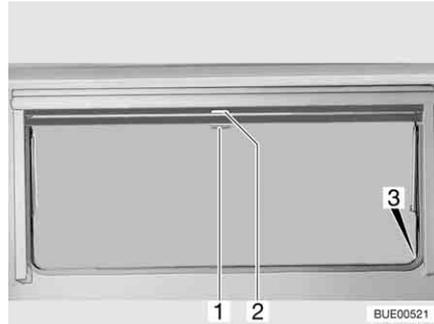

Fig. 71 Finestra apribile
- Tirare verso il basso l'oscurante a rullo accompagnandolo con la maniglia (Fig. 71,2). Quando si chiude completamente l'oscurante a rullo esso va agganciato da entrambi i lati al telaio della finestra nell'apposito elemento di fissaggio (Fig. 71,3).
- Quando l'oscurante a rullo è completamente chiuso: Spingere la maniglia (Fig. 71,2) verso il basso tirandola leggermente verso l'interno. Sganciare l'oscurante a rullo dagli elementi di fissaggio a destra e a sinistra del telaio della finestra.
- Quando l'oscurante a rullo si trova in posizione intermedia: Tirare la maniglia (Fig. 71,2) leggermente verso il basso finché l'elemento di fissaggio non si è sganciato.
- Tirare la maniglia (Fig. 71,1) della zanzariera a rullo verso il basso e agganciarla all'elemento di fissaggio (Fig. 71,3) su entrambi i lati del telaio della finestra.
- Spingere la maniglia (Fig. 71,1) verso il basso tirandola leggermente verso l'interno. Sganciare la zanzariera a rullo dagli elementi di fissaggio a destra e a sinistra del telaio della finestra.